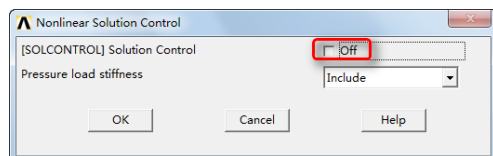

图 12-24 “Nonlinear Solution Controls”对话框
④ 设定其他求解选项。
①关闭优化设置：Main Menu > Solution > Unabridged Menu > Load Step Opts > Solution Ctrl，弹出“Nonlinear Solution Controls”对话框，在“[SOLCONTROL] Solution Control”后面选择“Off”，如图 12-24 所示，单击“OK”按钮。